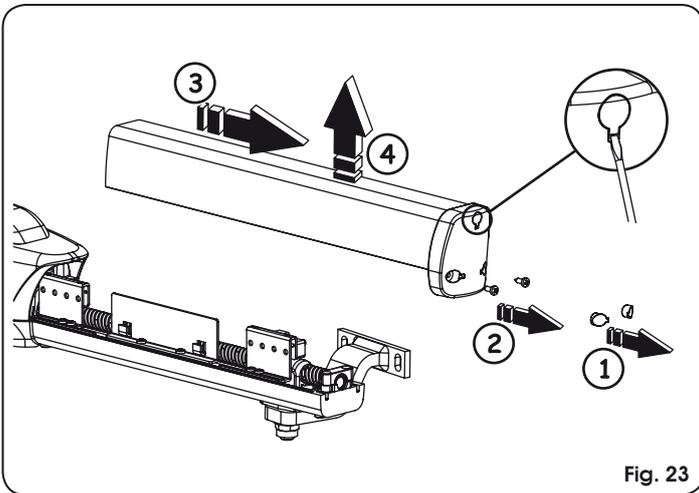

Fig. 23
1. Enlever les deux bouchons qui recouvrent les vis de fixation inférieures, Fig. 23 réf. ①. Pour faciliter cette opération, on a prévu un défoncement qui permet d'introduire un tournevis
le carter de protection, Fig. 23.